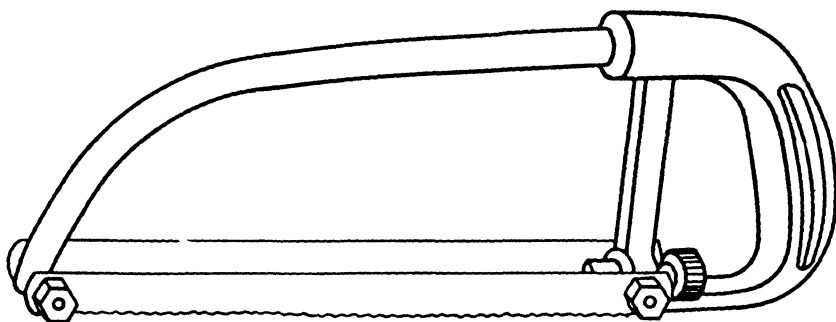

Рис. 4.35
- Прогил можно сделать за один раз, если поставить на пилу два полотна (рис. 4.35).